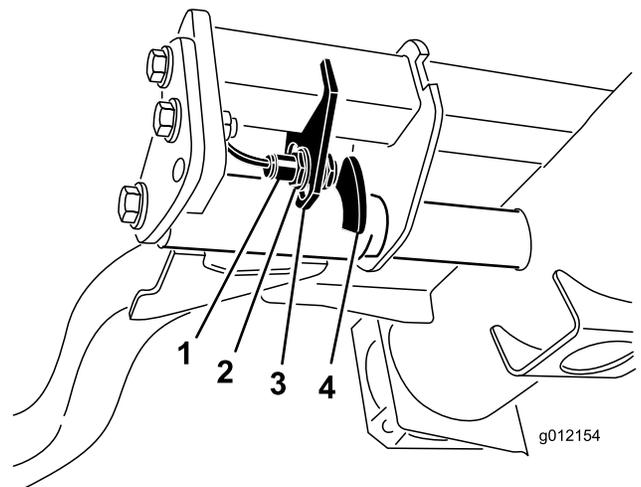

Figure 55
2. Le contacteur des bras de relevage se trouve sous le réservoir hydraulique, derrière le bras de relevage avant droit (Figure 55).
3. Desserrez les vis de fixation du commutateur et abaissez le commutateur pour augmenter la hauteur du changement de direction des bras de relevage ou élevez-le pour réduire la hauteur du changement de direction (Figure 55).